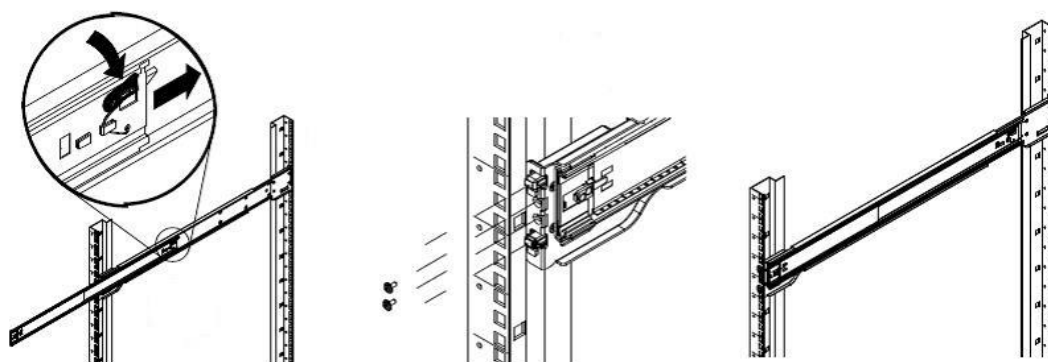

Рисунок 33 – Установка внешних направляющих
– установка внешних направляющих (см. Рисунок 33):